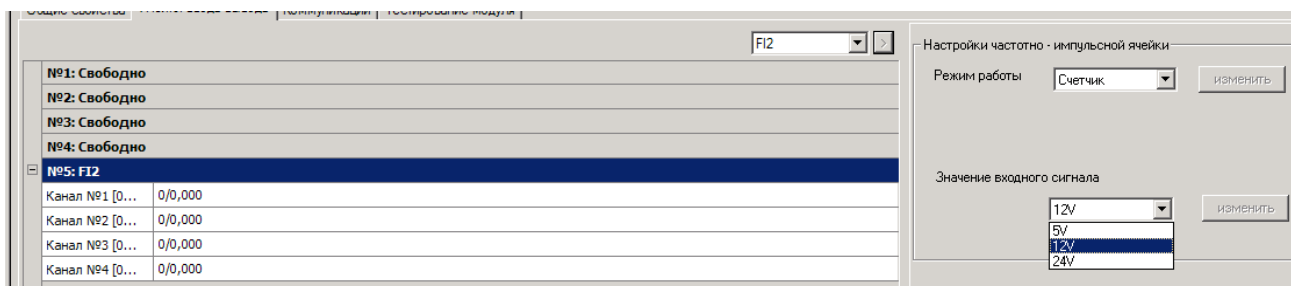

Рисунок 5.15
5.2.9.2 Для ячейки FI2 выбирается амплитуда сигнала ввода из значений 5, 12, 24 В в списке **"Значение входного сигнала"** (рисунок 5.15).